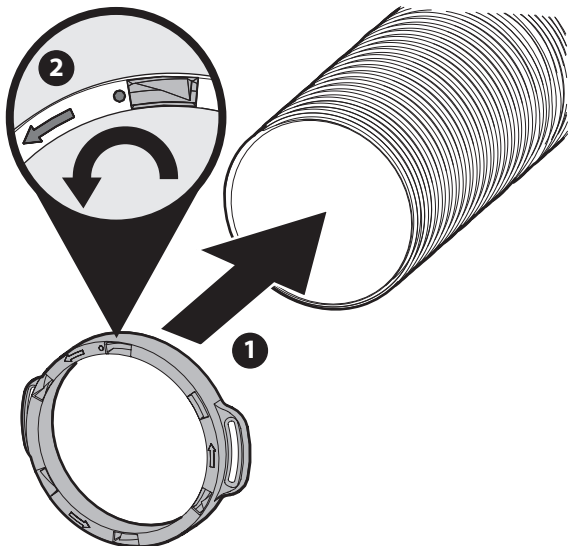

Figure 2
2. Placez l'anneau sur l'extrémité libre du tube en vous assurant d'aligner le début des rainures du tube avec l'ouverture à côté du point saillant et tournez-le vers la gauche jusqu'à ce qu'il soit bien en place. Voir l'encadré de la Figure 2.